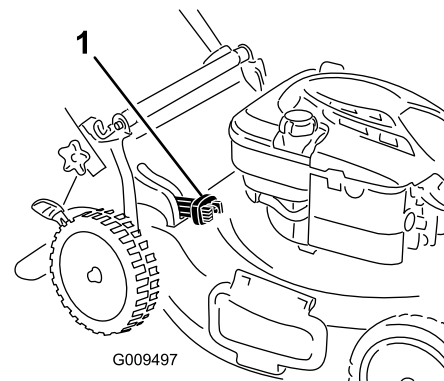

Figure 19
- **Pour ramasser les déchets d'herbe et de feuilles**, appuyez sur le bouton du levier de ramassage sur demande et déplacez le levier en avant jusqu'à ce que le bouton ressorte (Figure 19).
Remarque: Si le bac à herbe est monté sur la machine, enlevez-le avant de procéder à l'éjection arrière de l'herbe coupée ; voir Retrait du bac à herbe \(page 14\). Le levier de ramassage sur demande doit être en position RAMASSAGE comme montré à la Figure 19.